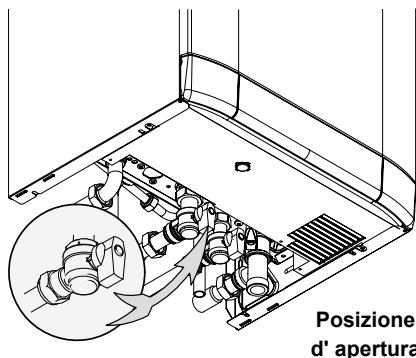

Figura 6.1
- Aprire il rubinetto del contatore gas e quello della caldaia 13 in Figura 6.1 (leva gialla)